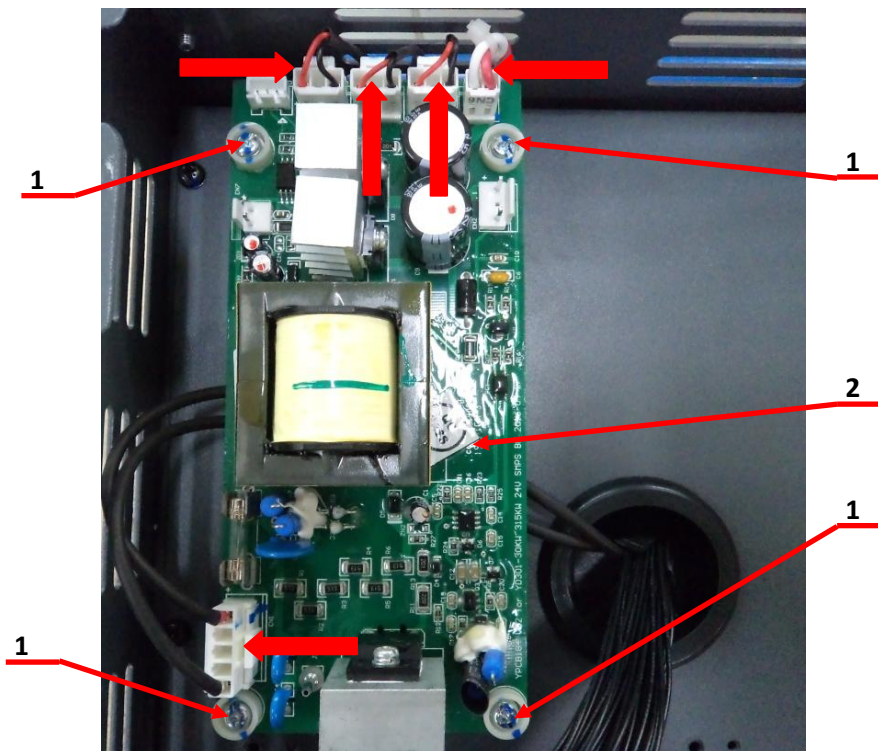

Рис.7.29
7.9.1. Установить на монтажную панель плату питания вентиляторов поз. 2 и закрепить её 4 винтами поз.1 (рисунок 7.29).
7.9.2. Присоединить к плате разъёмы, указанные красными стрелками (рисунок 7.29).